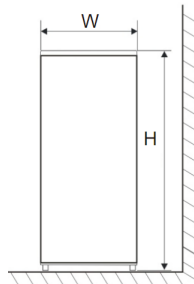
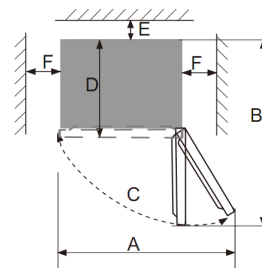

Рис.1
Рис.2
**Примечание:** Рисунок 1, Рисунок 2 приведены только для справки.